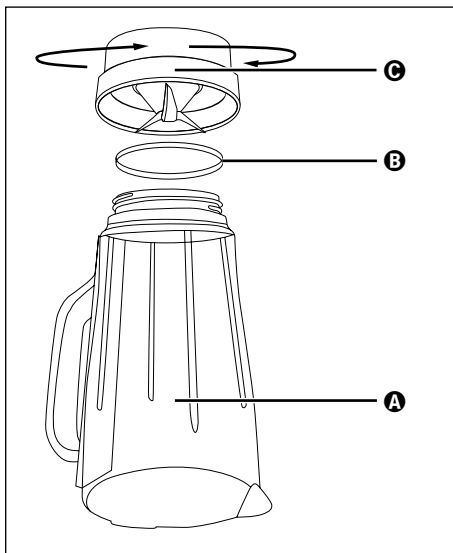

Abb. 4
- 2) Stellen Sie das Gerät auf den Kopf und drehen Sie das Plastikteil ② des Mixaufsatzes ③ gegen den Uhrzeigersinn, so dass es sich vom Glasteil ① des Mixaufsatzes ③ lösen lässt (siehe Abb. 4).
- 4) Sie können den Dichtungsring ③ bei Bedarf vorsichtig aus dem Plastikteil ② entnehmen. Reinigen Sie ihn in milder Seifenlauge und spülen Sie ihn mit klarem Wasser ab.